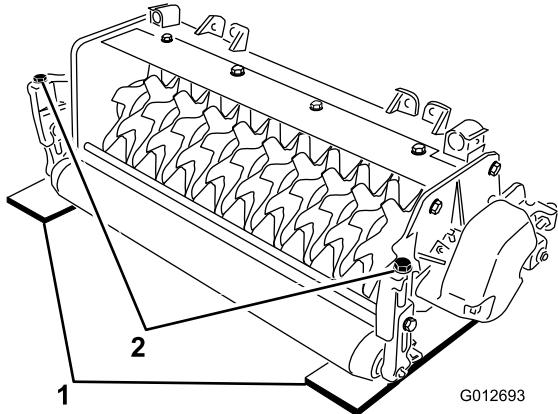

図 4
- 希望する深さ（刃が地面に食い込む深さ）と同じ厚さのゲージバーを 2 枚用意し、ユニットの左右で後ローラとバーチカッター・リールの下にあてがう（図 4）。
- 各刈高ブラケットについている調整ボルト(図 4)を使って、リール刃の両端を床に接触させる。